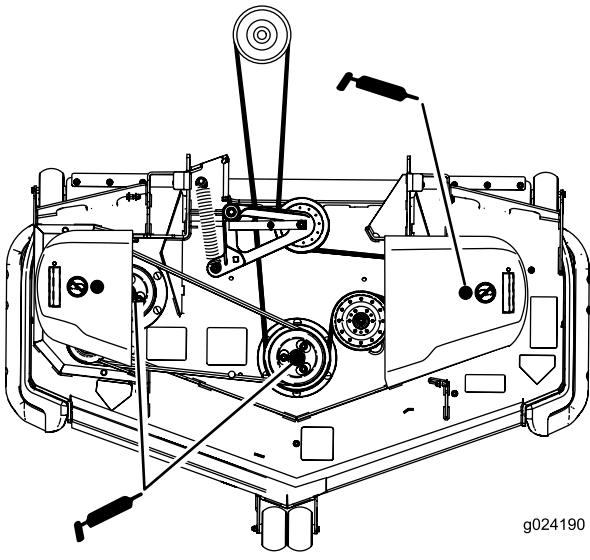

Figura 37
3. Engrase el pivote de la polea tensora de la carcasa del cortacésped hasta que salga grasa por el extremo inferior (Figura 37).
4. Engrase los tres cojinetes de los ejes hasta que rezume grasa de las juntas inferiores (Figura 37).
6. Engrase el brazo tensor de la correa de la carcasa (Figura 37).